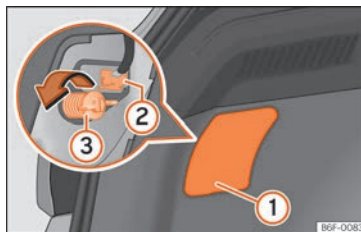
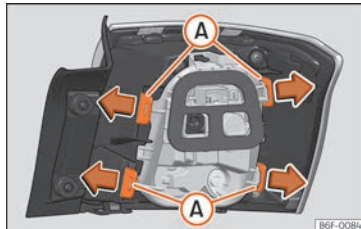

Fig. 59 Maletero: acceso al tornillo de fijación de la unidad de luz trasera.
Fig. 60 Lengüetas de fijación en la parte posterior de la unidad de luz trasera.
- Retire la tapa haciendo palanca con el lado plano de un destornillador en el rebaje » » fig. 59 ①.
- Extraiga el conector de la lámpara ②.
- Desenrosque con la mano o con ayuda de un destornillador el tornillo de fijación del piloto ③.
- Desmonte el portalámparas desbloqueando las lengüetas de fijación » » fig. 60 A.